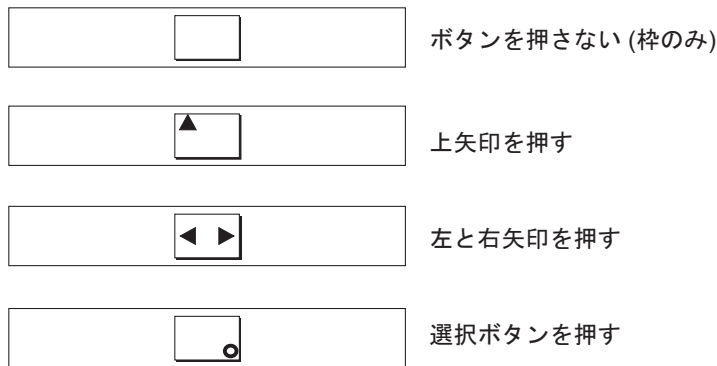

図 84. ボタンを押した場合のフロント・パネル表示
3. 上移動、下移動、左移動、右移動の各ボタンを押して、それらが作動しているか検査する。図 84 では、ボタンを押したときにフロント・パネルに表示される 4 つの例を示しています。ボタンのテストが完了したら、選択ボタンを 5 秒間押し続けたままにして、テストを終了します。